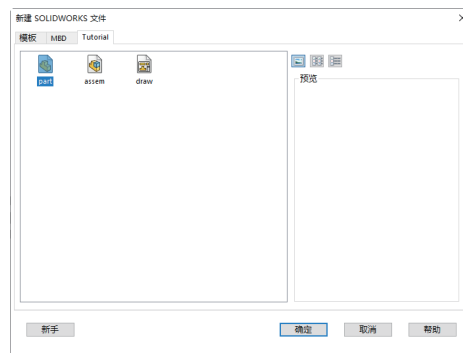

图1-13 显示ISO标准的模板
- 【Tutorial】标签: 其中显示的是具有ISO标准的通用模板文件, 如图1-13所示。